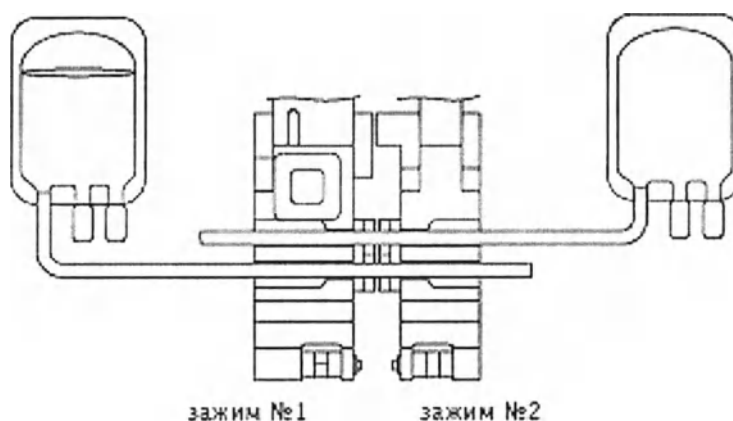

Рисунок 5 – Размещение магистралей в зажимах
- две трубки размещаются параллельно друг другу в зажимах устройства (см. рисунок 5);
11.1 Уложите контейнеры на полки справа и слева. Разместите в пазах зажимов магистрали (трубки) контейнеров (см. рисунок 5) и тщательно их зафиксируйте.